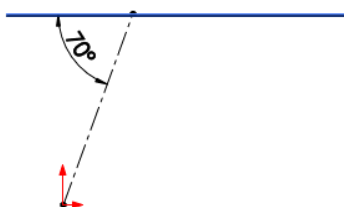

图 2.5.3 草图 1
Step3. 创建图 2.5.3 所示的草图 1。选择下拉菜单  **插入 (I)**  **草图绘制** 命令；选取前视基准面作为草图基准面，绘制图 2.5.3 所示的草图 1。